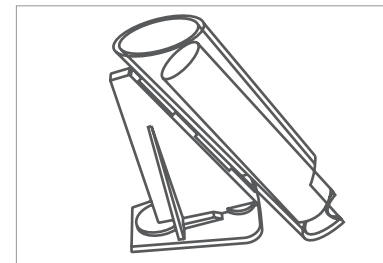

Figura 1 - Rollo de monedas introducido en el tubo de monedas
- Introduzca el envoltorio de papel prefabricado adecuado en los tubos de monedas con el extremo plegado hacia abajo. Asegúrese de que la parte superior del envoltorio de papel se encuentre debajo del borde superior del tubo de monedas, como se muestra en la figura 1.